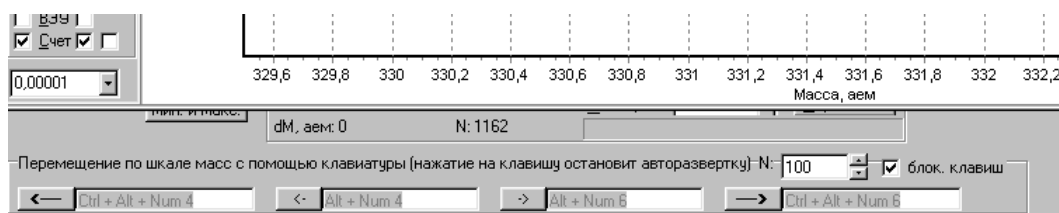

Рис. 3.10
- 1) Прокрутите нижнюю панель ОМС по вертикали так, чтобы стала видна панель «Перемещение по шкале масс с помощью клавиатуры», рис. 3.10.